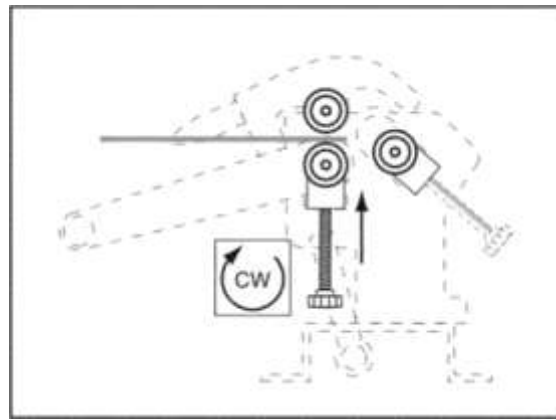

Рис. 18 Подъем нижнего ролика
1. Поместите заготовку между верхним и нижним роликами, как показано на Рис. 18. Поворачивайте рукоятку регулировки толщины, чтобы поднять нижний ролик, пока заготовка не будет плотно зажата между верхним и нижним роликами. Рукоятки регулировки толщины следует поворачивать на равный угол.